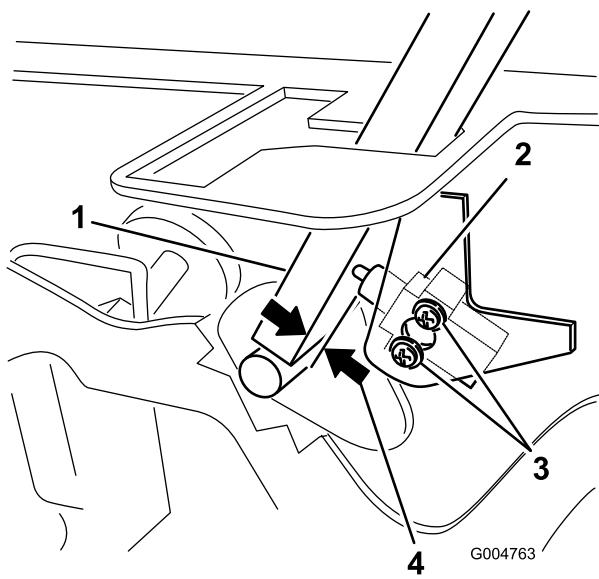

図 59
- インタロック・スイッチを固定しているネジ2本を取り外す(図 59)。
バーとスイッチのボディーとの距離が 0.4~1 mm になるように調整する(図 59)。